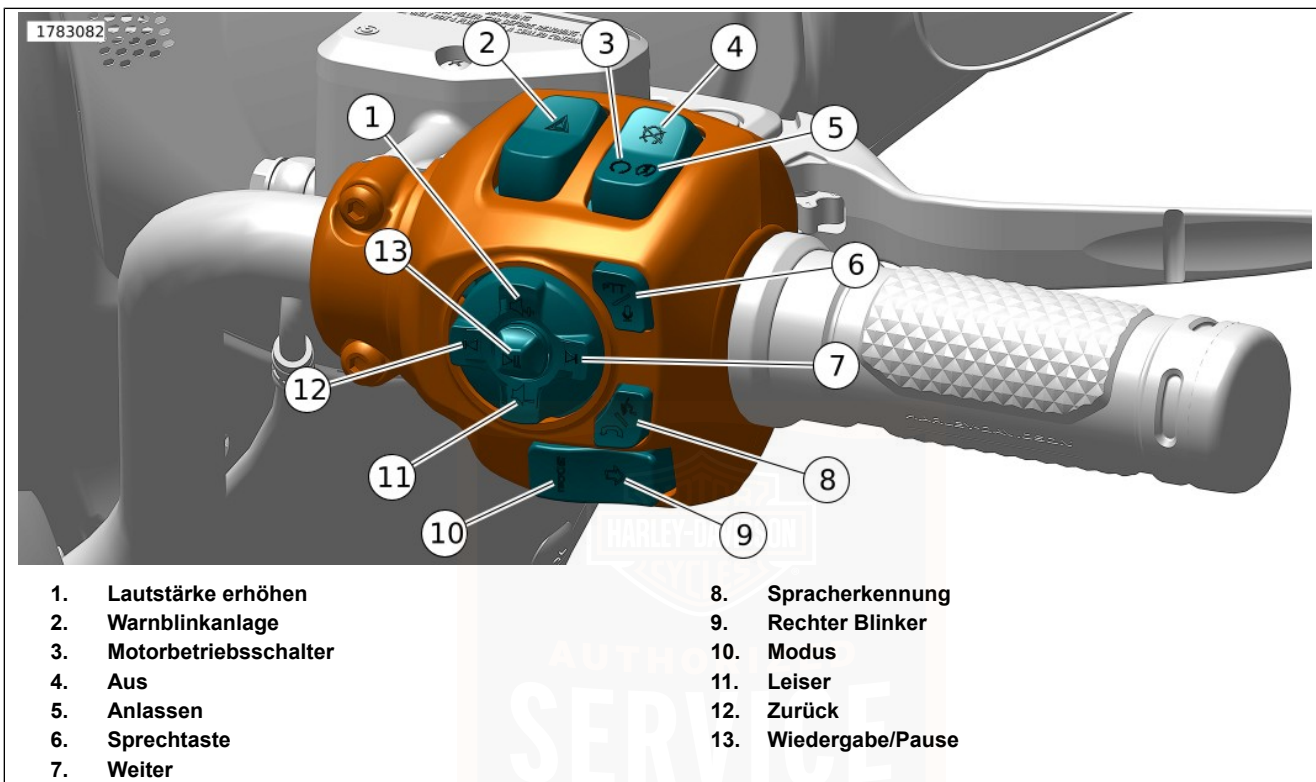

Abbildung 34. Rechtes Handbedienmodul (RHCM)
Siehe Abbildung 34. Der Warnblinkanlagenschalter (2) dient zur dauerhaften Aktivierung der Vierfach-Warnblinkanlage bei einem liegengebliebenen Motorrad. Mithilfe der Warnblinker kann das Motorrad mit ausgeschalteter Zündung zurückgelassen werden, bis Hilfe geholt wird. Siehe Tabelle 28.
1. Während der Motorbetriebsschalter auf RUN (Ein) (3) steht, auf den Warnblinkanlagenschalter drücken, um die Vierfach-Warnblinkanlage zu aktivieren.
Siehe Abbildung 34. Den Motorbetriebsschalter auf OFF (Aus) (4) stellen, um den Motor abzustellen. Siehe Tabelle 28.
Siehe Abbildung 34. Den Motorbetriebsschalter auf RUN (Ein) (3) stellen, damit der Motor starten und laufen kann. Der Motorbetriebsschalter muss sich in der Stellung RUN (Ein) befinden, damit der Motor angelassen und betrieben werden kann. Siehe Tabelle 28.
Siehe Abbildung 34. Den rechten Blinkerschalter (9) zur Aktivierung des rechten Blinkers betätigen. Siehe Tabelle 28.
Siehe Abbildung 34. Die „Lautstärke erhöhen“-Taste (1) drücken, um die Lautstärke zu erhöhen. Siehe Tabelle 28.
Siehe Abbildung 34. Die „Weiter“-Taste (7) drücken, um die nächste Mediendatei auszuwählen. Siehe Tabelle 28.
Siehe Abbildung 34. Die „Lautstärke verringern“-Taste (11) drücken, um die Lautstärke zu verringern. Siehe Tabelle 28.
Siehe Abbildung 34. Die „Zurück“-Taste (12) drücken, um die vorherige Mediendatei auszuwählen. Siehe Tabelle 28.
Siehe Abbildung 34. Die „Wiedergabe/Pause“-Taste (13) drücken, um die aktuelle Mediendatei wiederzugeben oder anzuhalten. Siehe Tabelle 28.
Siehe Abbildung 34. Die Sprechtaste (6) dient bei entsprechend ausgestatteten Fahrzeugen der Bedienung der Fahrer/Sozius-Sprechanlage. Siehe Tabelle 28.
1. Siehe Abbildung 34. Den Motorbetriebsschalter auf RUN (Ein) (3) stellen. Das Getriebe in den Leerlauf schalten. Die (grüne) Leerlauf-Kontrollleuchte leuchtet auf. Siehe: FUNKTIONSWEISE > ANLASSEN DES MOTORS (Seite 135).
2. Den Anlasser durch Drücken des Motorbetriebsschalters auf START (5) betätigen. Siehe Tabelle 28.
Siehe Abbildung 34. Die Spracherkennungstaste (8) aktiviert die integrierten Spracherkennungsfunktionen der IFCU. Wenn CarPlay aktiv ist, wird Siri durch langes Drücken aktiviert. Siehe Tabelle 28.
Siehe Abbildung 34. Die Modustaste (10) drücken, um den Fahrmodus zu ändern. Siehe: FUNKTIONSWEISE > FAHRMODI (Seite 125). Siehe Tabelle 28.
Siehe Abbildung 34. Die Rechtes Lenkerbedienelementmodul (RHCM) -Tasten verwenden, um mit Lauter (1), Leiser (11), Nächster (7), Vorheriger (12) und Wiedergabe/Pause (13) die RHCM Einstellungen der Audiomedien anzupassen. Siehe: **BEDIENUNGSANLEITUNG > FUNKTIONSWEISE DER INFOTAINMENT-STEUEREINHEIT (IFCU) (Seite 157).**